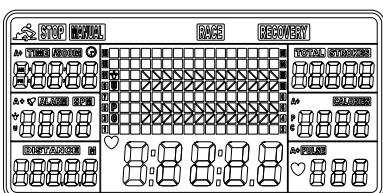

Fig. 1
1. Instale 2 pilas AA (incluidas) y la computadora emitirá un pitido durante 2 segundos (Fig. 1).